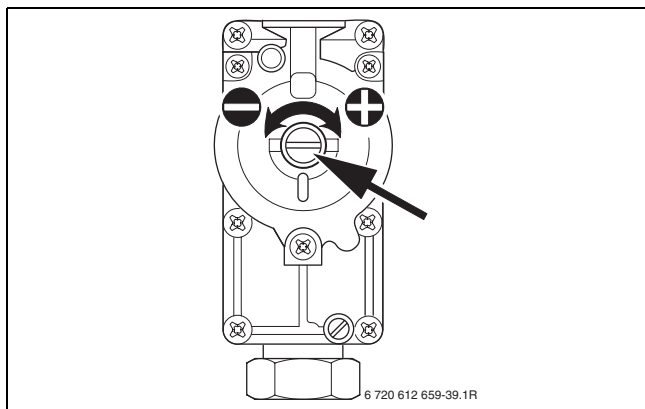

Fig. 52
- ▶ Rimuovere il sigillo dalla vite di regolazione del gruppo del gas (fig. 52) e impostare il valore di CO₂ corrispondente alla potenza termica nominale minima (tab. 17 e 18) agendo sulla vite di regolazione.